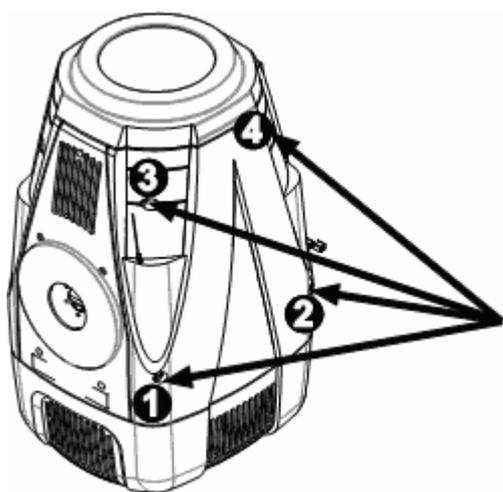

Fig. 1
1. Posizionare la testa del Synthesis in posizione verticale (Fig.1).
2. Tramite un cacciavite allentare le viti 1,2,3,4 (Fig. 1).